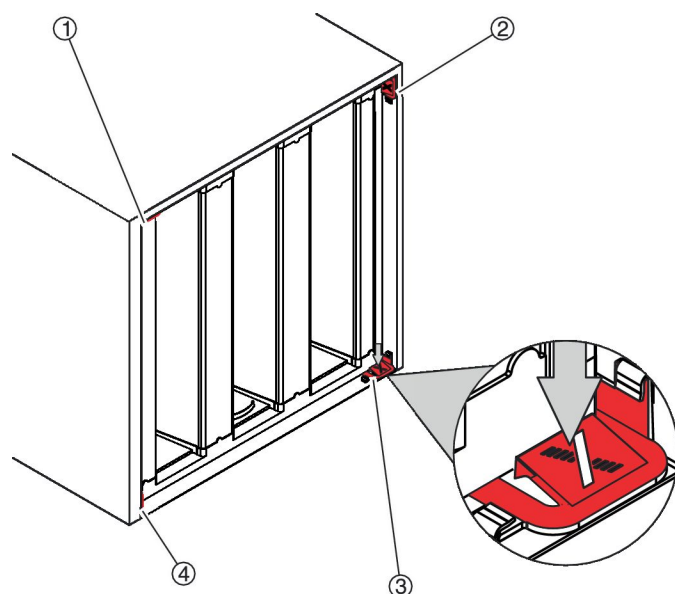

Fig. 53 : Desserrage des fixations à ouverture rapide
3. ➤ Presser les fixations à ouverture rapide vers le bas (Fig. 53 /1 à 4).